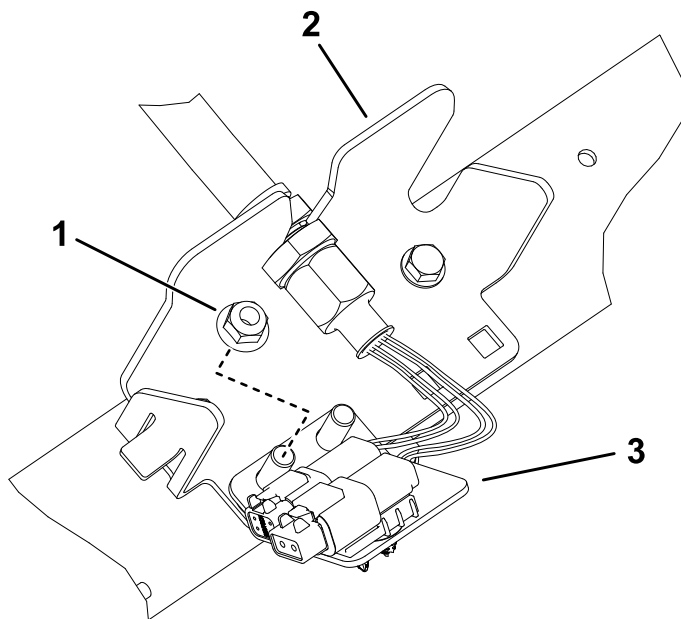

Figura 17
6. Ripetete la procedura nelle 4 posizioni di supporto rimanenti, come illustrato nelle immagini da Figura 14 a Figura 17.